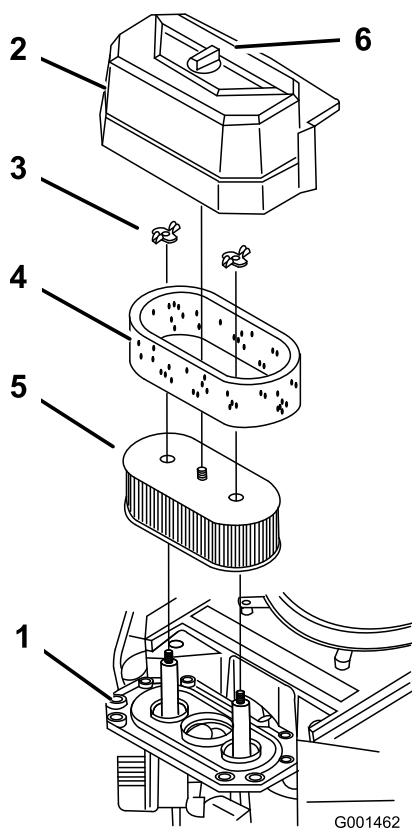

Figura 29
3. Limpie alrededor del limpiador de aire de forma que la suciedad no penetre en el motor y cause daños (Figura 29).
4. Desenrosque el pomo de la cubierta y retire la cubierta del limpiador de aire (Figura 29).
5. Desenrosque las 2 tuercas de orejeta y retire el conjunto del limpiador de aire (Figura 29).
6. Retire cuidadosamente el filtro de gomaespuma del filtro de papel (Figura 29).
1. No limpie el filtro de papel. Cámbielo cada 200 horas de funcionamiento (Figura 29).
1. Deslice cuidadosamente el filtro de gomaespuma sobre el filtro de papel (Figura 29).
2. Coloque el conjunto del limpiador de aire sobre la base del limpiador de aire y fíjelo con 2 tuercas de orejeta (Figura 29).
3. Coloque en su posición la cubierta del limpiador de aire y apriete el pomo de la cubierta (Figura 29).